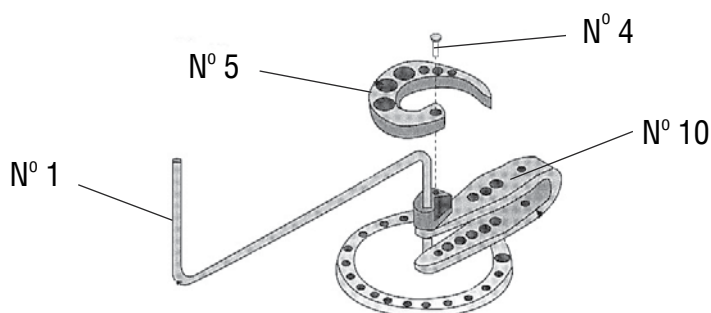

Figure 2
2. Fixez la matrice à rouleau (n° 5) à l'ensemble de poignée/matrice intérieure (n° 1) au moyen de la goupille de matrice à rouleau (n° 4) en procédant de la façon indiquée à la **figure 2**.